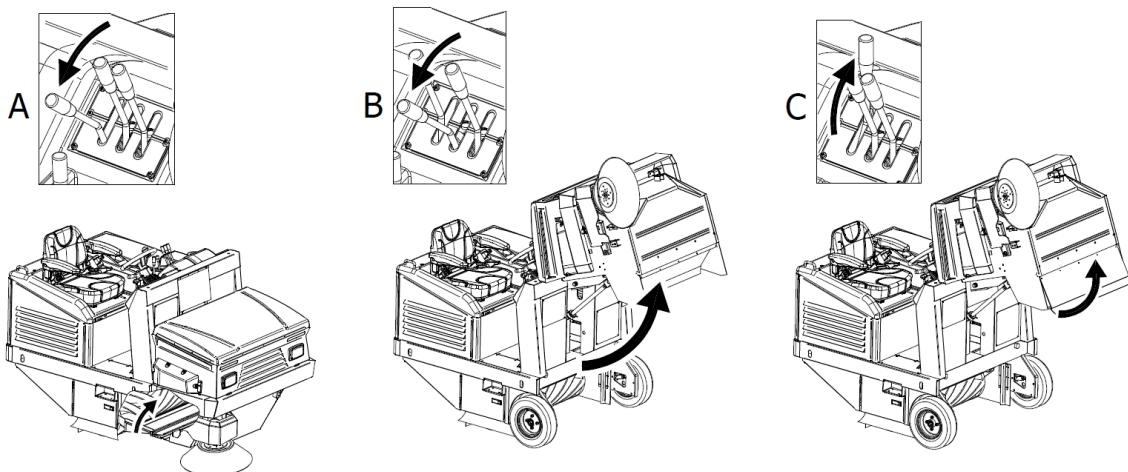

Figura 37
- riquadro A in Figura 37. La spia sul segnalatore (**nr. 4 Figura 18**) si accende a conferma dell'operazione.
- Alzare il contenitore rifiuti attraverso la leva di comando (**Part. 14 Figura 12**) abbassandola e tenendola in tale posizione fino a quando il contenitore non raggiungerà la posizione desiderata (B, Figura 37).
- Aprire il flap contenitore alzando la leva in modo che i rifiuti vengano rilasciati dove desiderato (C, Figura 37). La spia sul segnalatore (**nr. 4 Figura 18**) si spegnerà.